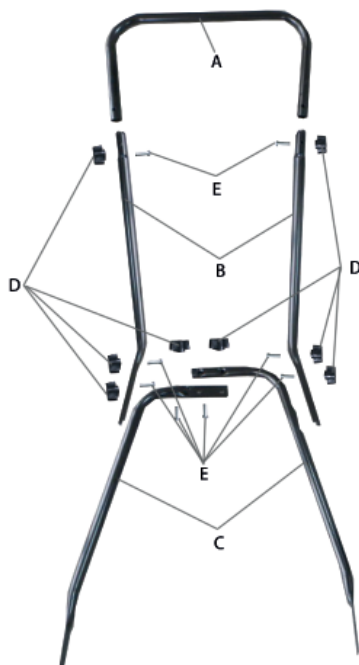

Рис.2 Монтаж рабочей рукоятки
2. Проверьте составные части (Рис. 2) в соответствии со списком.
6. Вставьте две центральных части В (Рис.2) в левую и правую стороны верхней части рукоятки А (Рис. 2). Закрепите их с помощью двух болтов Е
и гаек D (Рис.2).
7. Совместите отверстия на центральных частях с отверстиями на нижней части рабочей рукоятки и закрепите их комплектами болтов Е и гаек D (Рис.2).